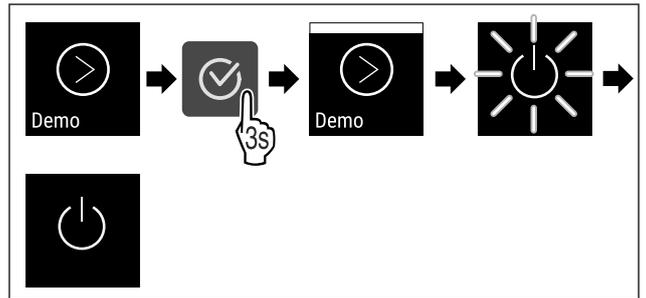

Fig. 110
- ▶ Seguir los pasos de procedimiento (consulte Fig. 110) .